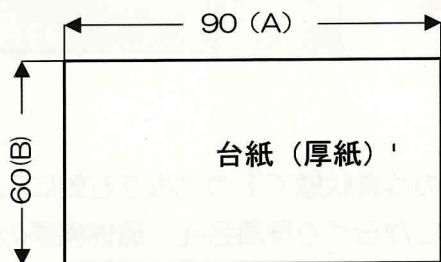

図1
- ① 材厚紙から図1の形状の紙片を3枚作成し、以後台紙と呼びます。大きさは手にのる程度。